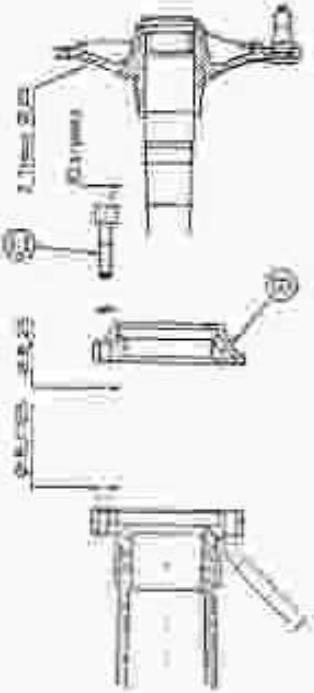

FIG. 17. — Dépose d'un arbre de roue (huis maintenu par vis - Allem.).
- * Par les trous du boulon déposer les écrous qui maintiennent le boulon arrache de la vis de fixation de la bague (fig. 17).